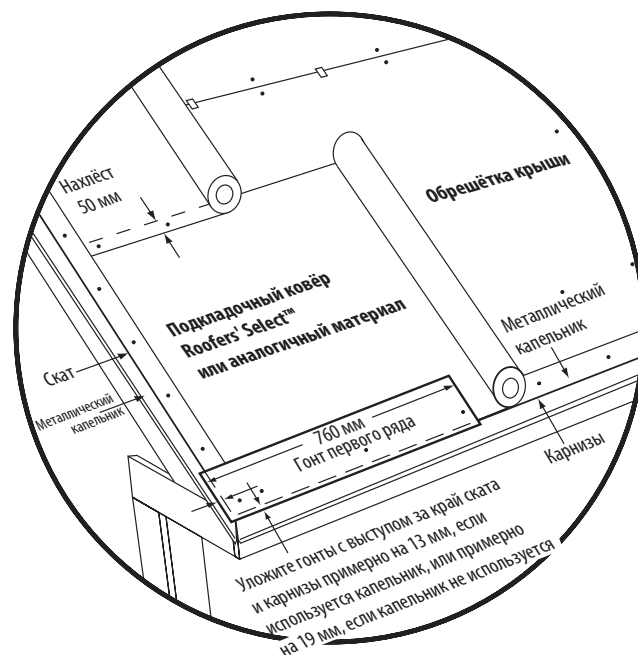

Рис. 13-6. Монтаж подкладочного ковра и капельника начального ряда на крышу со стандартным уклоном.
2. Отрежьте 15 см от первого полосового гонта начального ряда уложите кусок шириной 78,7 см у левого нижнего угла крыши (Рис. 13-6).